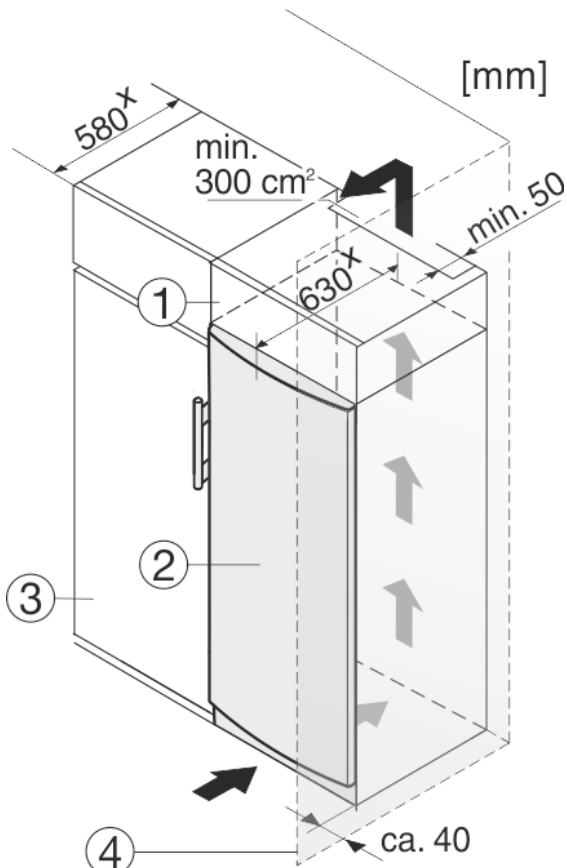

Fig. 9
Aparatul poate fi refăcut cu dulapuri de bucătărie. Pentru a aduce aparatul Fig. 9 (2) la același nivel cu mobilierul de bucătărie, se poate monta deasupra aparatului un dulap suspendat Fig. 9 (1).
La integrarea în dulapurile de bucătărie (adâncime maximă 580 mm), aparatul poate fi amplasat direct lângă dulapul de bucătărie Fig. 9 (3). Aparatul iese în afară în partea laterală cu 34 mm x, iar în centrul aparatului cu 50 mm x, în raport cu suprafața frontală a dulapului de bucătărie.
Atunci când aparatul este montat cu balamalele lângă un perete Fig. 9 (4), distanța dintre aparat și perete trebuie să fie de minim 40 mm. Această valoare corespunde proeminenței mânerului cu ușa deschisă.